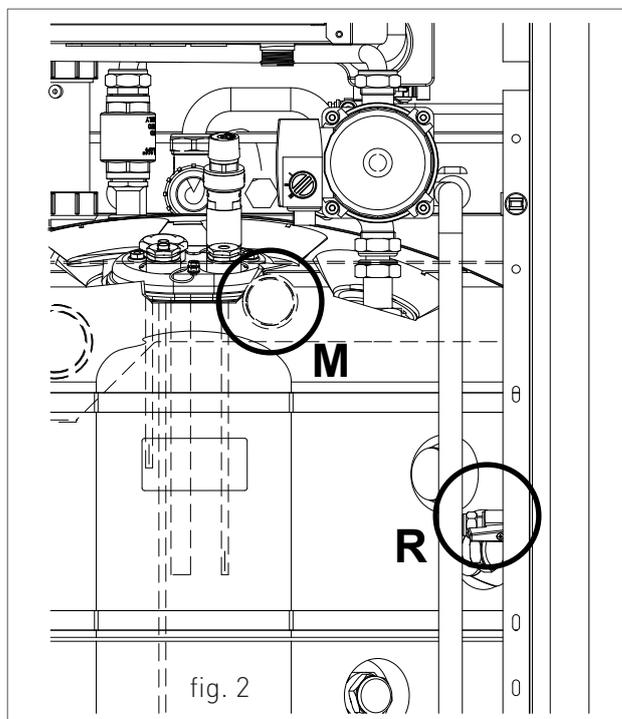

fig. 2
3. aprire il rubinetto di carico "R" (fig. 2);
5. controllare attraverso il manometro "M" (fig. 2) che la pressione dell'impianto raggiunga 1.2 bar (fig. 4);
6. ad operazione avvenuta, assicurarsi che il rubinetto di carico "R" (fig. 2) sia ben chiuso.